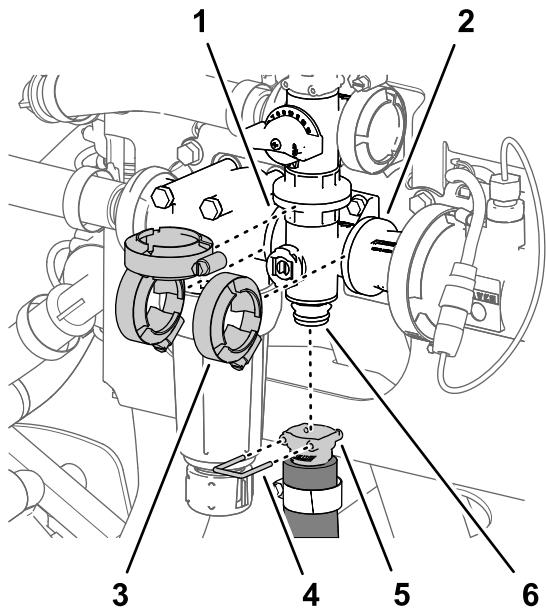

Figura 108
1. Rimuovete il perno di collegamento rapido che fissa l'accoppiatore rapido del flessibile dell'agitatore al collettore della valvola dell'agitatore (Figura 108).
2. Rimuovete i 3 morsetti flangiati che fissano il collettore della valvola dell'agitatore alle flange della testa del filtro della pressione e dell'adattatore di accoppiamento (Figura 108).